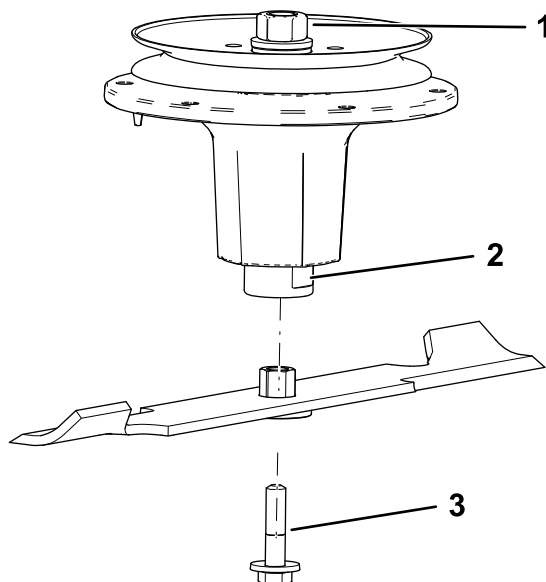

**Figure 74**
2. Installez l'ensemble douille et lame sur l'axe de pivot (Figure 74).